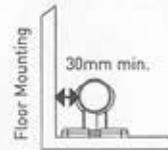

Fig.6
- * Seguire le distanze minime riportate in [Fig. 6] If per il funzionamento indipendente, fissare le staffe lungo la lunghezza per sostenere adeguatamente la stufetta e garantirne la stabilità.